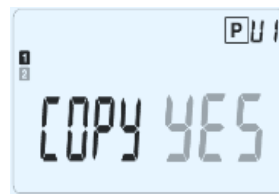

Fig. 19
- a. Alegeți simbolul “mersului la culcare”  , care corespunde sfârșitului zilei, pentru a termina; termostatul vă cere să copiați programul zilei pe care l-ați setat și închis de curând, pe zilele următoare, după cum se vede în Fig. 19: